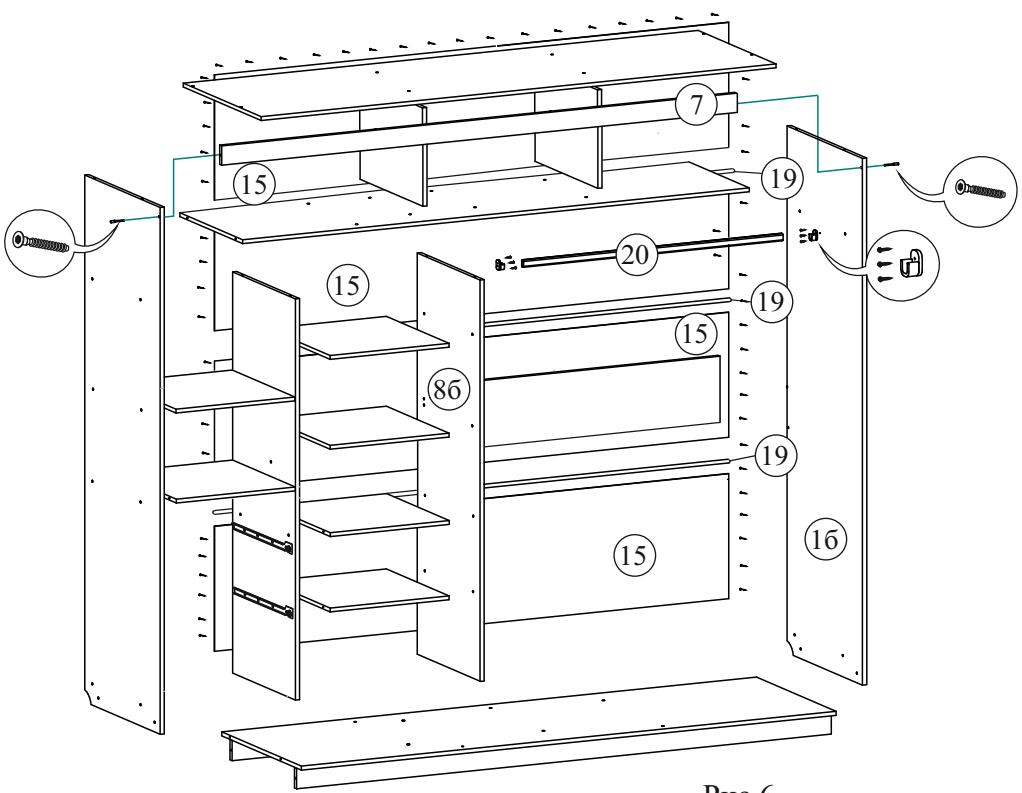

Рис.6
7. В выставленном корпусе шкафа с помощью шурупов 3,5x16 и штангодержателей установить штангу металлическую для одежды 20 (рис.6).